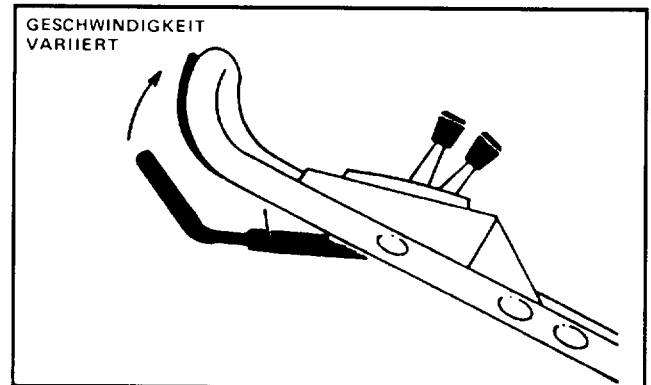

Abbildung 11
5. **FAHRBETRIEB** – Geschwindigkeitshebel auf gewünschte Einstellung stellen und zum Fahren Antriebshebel gegen den Gestängegriff pressen. Geschwindigkeit variiert entsprechend dem Zwischenraum zwischen Antriebshebel und Griff (Abb. 11).